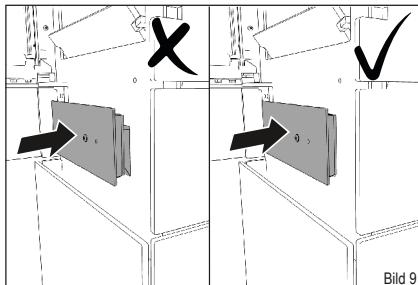

Bild 9
- ✓ Schieben Sie den Aschebehälter wieder in die Öffnung, so dass dieser bündig mit der Dichtung anliegt (Bild 9).